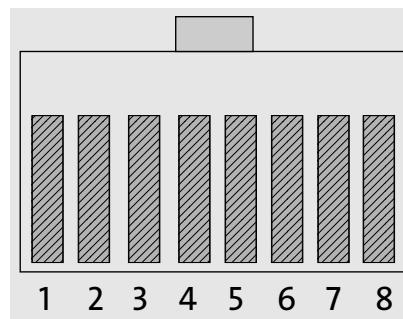
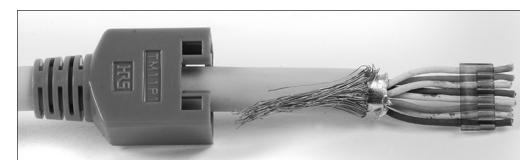

Abbildung 2.6 Belegung RJ45-Stecker, Ansicht von vorn mit oben liegender Rastnase
Abbildung 2.19 Zusammengedrillte Abschirmung, Adern durch Kammplatte gesteckt
An allen Kabeln kommt der achtpolige *Western-Stecker*, Typ RJ45, zum Einsatz. Die Kontakte sind durchnummiert (Abbildung 2.6).
6. Ordnen Sie die Adern gemäß Tabelle 2.3 bis Tabelle 2.5 sowie Abbildung 2.6 an, und stecken Sie deren Enden durch die Kammplatte (Abbildung 2.19).
- ▶ Verwenden Sie ein Patchkabel, und schneiden Sie einen Stecker ab. Kämmen Sie die Adern aus, isolieren Sie die Enden knapp ab, und schieben Sie eine Kammplatte (siehe RJ45-Stecker, Abbildung 2.19 und Abschnitt 2.1.7, »Montage von RJ45-Steckern«) über die Adernenden, sodass kein Kurzschluss möglich ist. Diese freien Enden berühren Sie mit der Spalte des Tastkopfes.